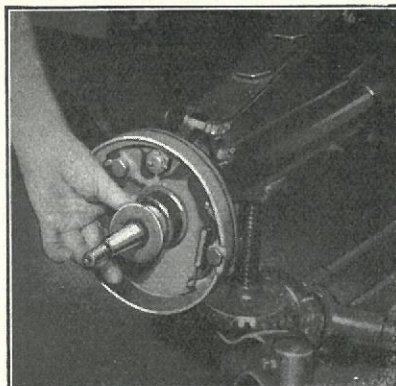

Fig. 354
- 635** Den ny Læderpakning anbringes paa Enden af Akseltappen med Halsen ind mod Differentialet (Fig. 354). Staalskiven (2511-B) anbringes paa Akseltappen efter Pakningen, og Skive og Pakning drives saa langt ind, som Akslen er bearbejdet, med en Huldorn eller et Rørstykke.